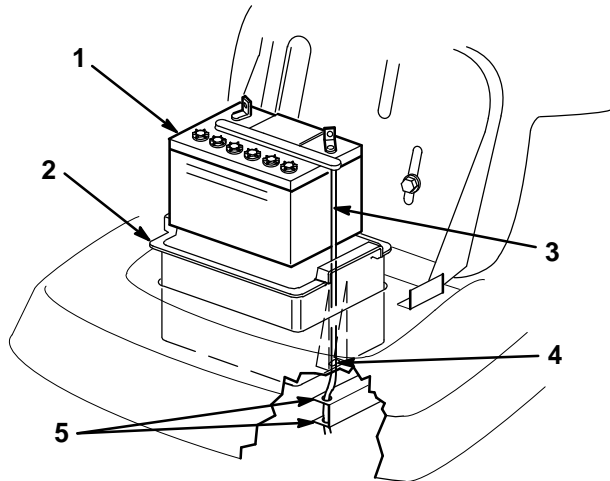

Figure 22
5. Retirer du châssis le bac à batterie, la batterie et le long tuyau d'aération (Fig. 22).
1. Placer la batterie dans le bac à batterie et faire passer le long tuyau d'aération dans la gouttière en ressortant par la fente au fond du bac (Fig. 22).
Important : Si l'on regarde dans la découpe du châssis destinée à recevoir le bac à batterie, on peut voir un trou à l'extrémité de l'élément de droite du châssis (Fig. 22). Le long tuyau d'aération de la batterie doit toujours passer dans ce trou pour éviter que l'acide de la batterie ne corrode la tondeuse et le plateau de coupe.
- Placer le bac à batterie et la batterie dans le châssis (Fig. 22). Veiller à faire passer l'extrémité du tuyau d'aération dans les trous du châssis (Fig. 22).